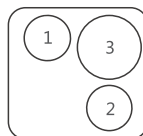

图3
- a、水龙头从水槽上预留的孔中插入，用配套的垫片和螺母从水池面板的下方拧紧，使水龙头固定在水槽上。（见图3）
4、依次完成所有滤芯的安装。（图3）
- 1、打开自来水进水角阀及净水机进水球阀（见图3），插上电源，电源指示灯  闪烁，提示已通电。触摸电源键1.5秒，三道滤芯寿命指示灯同时闪烁一下，机器开机。打开鹅颈龙头。待滤芯内充满水，鹅颈龙头开始有纯水流出。